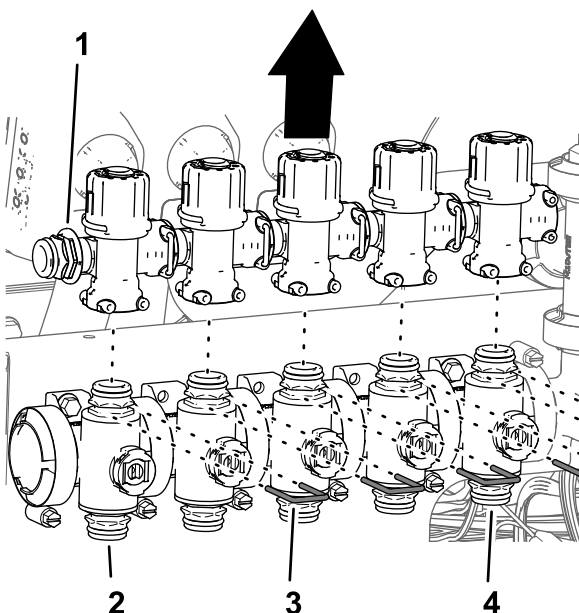

Figura 100
4. Retire las horquillas de retención que sujetan las válvulas de desvío a las válvulas de boquilla 1 a 7 (**Figura 100**).
5. Retire las válvulas de desvío de las válvulas de boquilla 1 a 5 (**Figura 100**).